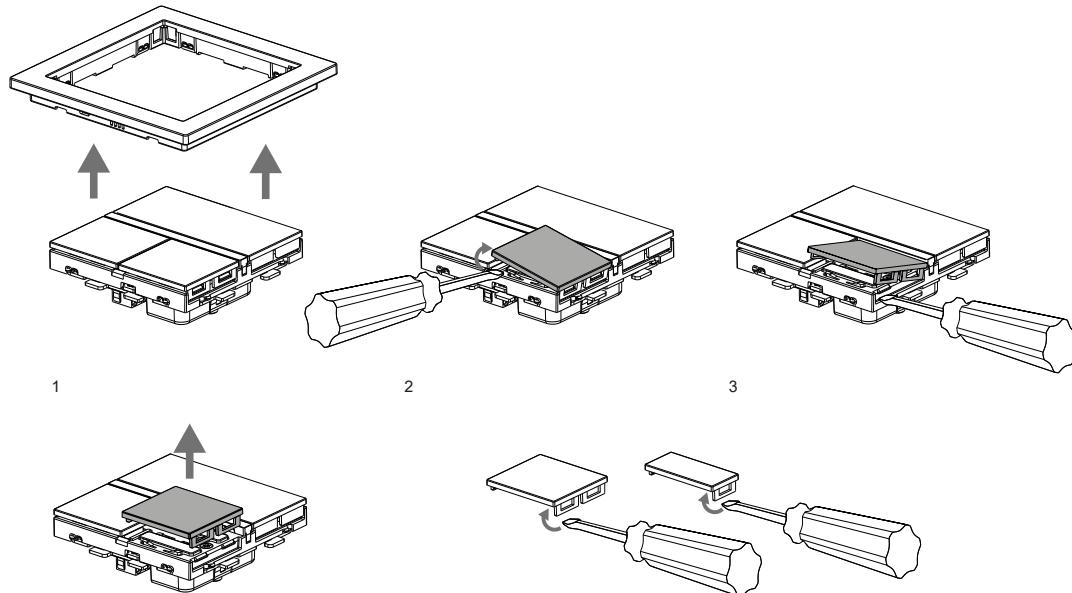

Fig. 2 / Abb. 2
**Smontaggio tasti Fig. 2**
**Buttons removal Fig. 2**
**Tasten entfernen Abb. 2**
**Desmontaje de teclas Fig. 2**